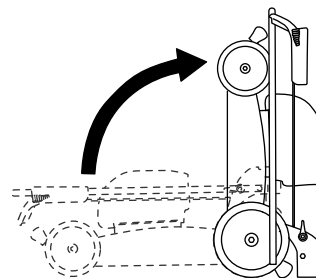

Figura 23
6. Levante la parte delantera de la máquina con el manillar y llévela al lugar de almacenamiento (Figura 23).